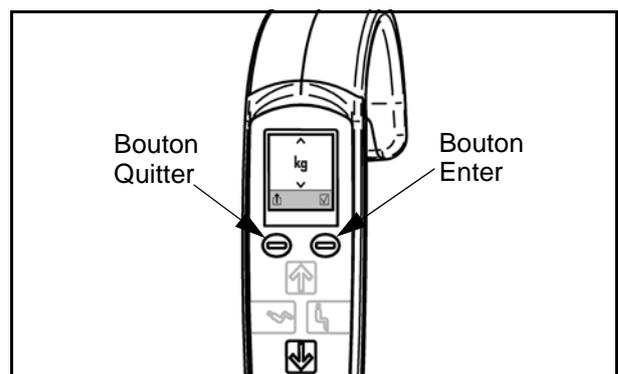

Fig. 70
3. Appuyer sur le bouton Enter pour accéder aux options des unités de mesure. Les unités de mesure « kg » ou « lb » remplacent l'icône du pèse-personne au milieu de l'écran (voir Fig. 70).